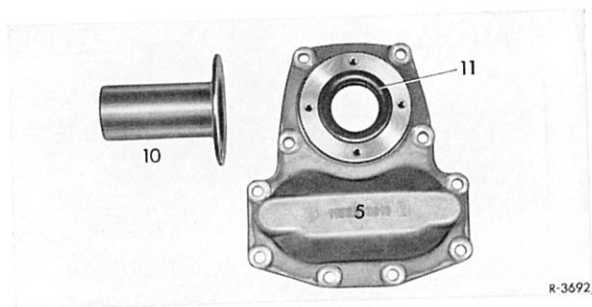

Bild 26—7/4
8 Lagerrohr (10) mit den Befestigungsschrauben (9) leicht auf den Deckel schrauben, jedoch nicht festziehen (Bild 26—7/3).